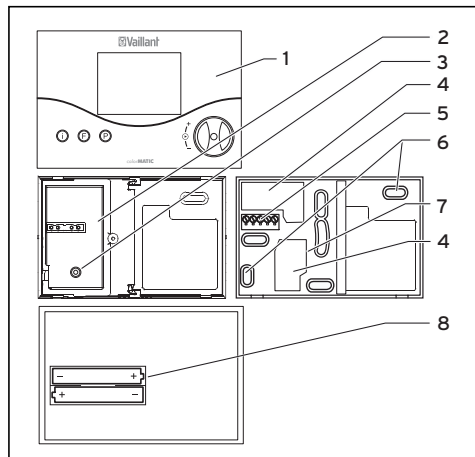

Fig. 9.1 Montaje del regulador de temperatura ambiente
La conexión con el calefactor se realiza mediante un cable de conexión de 2 hilos a los terminales de conexión 3-4 (véase fig. 9.1, pos. **5**).
- Realice dos perforaciones para la sujeción (**6**) con un diámetro de 6 mm (según la fig. 9.1) e introduzca los tacos adjuntos.
- Ponga las pilas adjuntas en el compartimento de las pilas que se encuentra en la parte trasera del regulador (fig. 9.1, pos. **8**). Tenga en cuenta la polaridad correcta de las pilas.